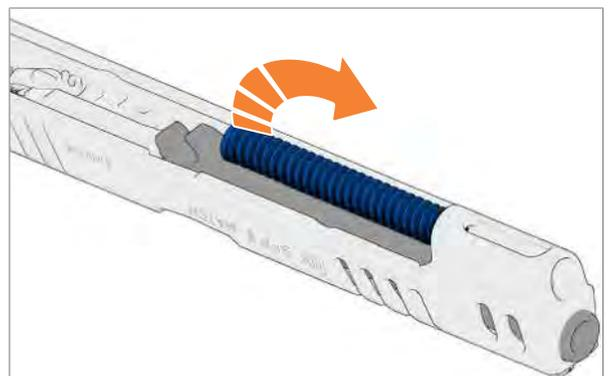

Abb. 59: Schließfeder entnehmen
6. Schließfeder aus dem Verschluss entnehmen (Abb. 59).